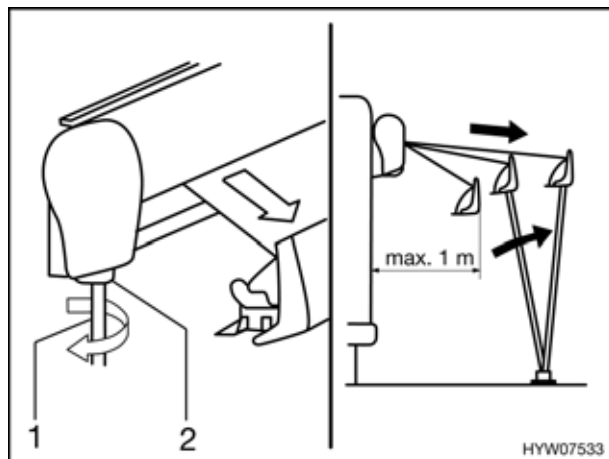

Fig. 34 Estrazione della tenda
- Inserire la manovella (Fig. 34,1) nel supporto a baionetta (Fig. 34,2) della tenda e girarla in senso antiorario.